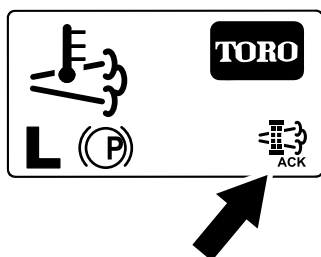

Figura 62
8. El InfoCenter muestra la página de inicio y el icono de reconocimiento de regeneración (Figura 62) aparece en la esquina inferior derecha de la pantalla mientras se procesa la regeneración.